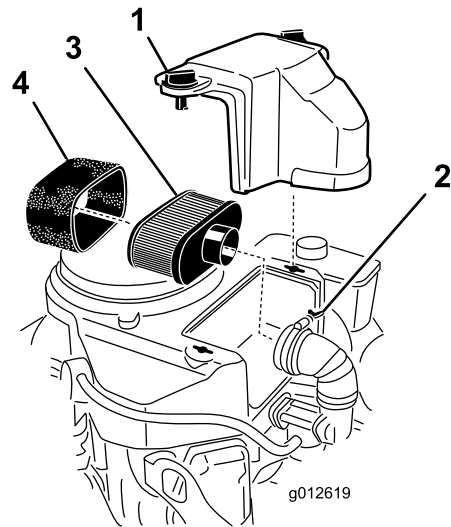

Figura 39
3. Limpie alrededor del limpiador de aire de forma que la suciedad no penetre en el motor y cause daños (Figura 39).
4. Afloje los botones de la tapa y retire la tapa del limpiador de aire (Figura 39).
5. Afloje la abrazadera y retire el conjunto del limpiador de aire (Figura 39).
6. Retire cuidadosamente el elemento de gomaespuma del elemento de papel (Figura 39).
1. Deslice cuidadosamente el elemento de gomaespuma sobre el elemento de papel (Figura 39).
2. Coloque el conjunto del limpiador de aire sobre la base del limpiador de aire o la manguera y sujételo (Figura 39).
3. Coloque la cubierta del limpiador de aire y apriete el pomo de la cubierta (Figura 39).